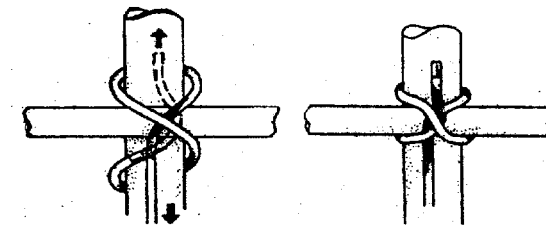

Рис. 42.
**Океанский узел.** При рассмотрении схемы узла можно заметить, что грейпвайн объединяет 2 узла – это океанские узлы, завязанные ходовыми концами одних веревок на коренных концах других. Узел удобен в применении при закреплении поперечин к жерди. Следует заметить, что океанский узел – это «констрикторный» узел, в котором концы веревки выходят через закрытые петли, а не между ними (как в констрикторе) (рис. 42). Но схема узла одна и та же – полуузел накрыт шлагом веревки.